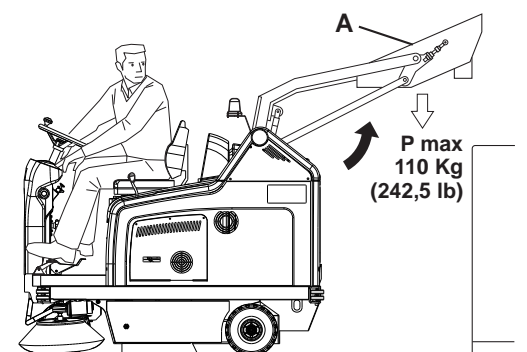
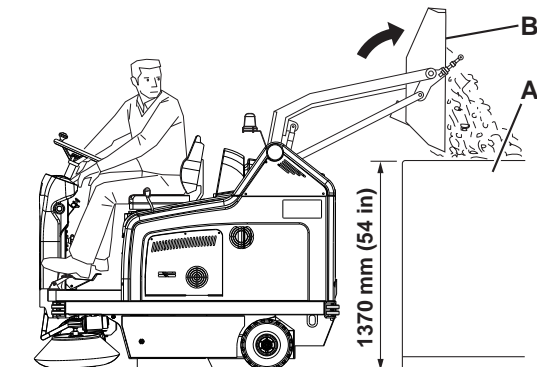

Abbildung 1
Abbildung 2
1. Die maximale Entleerhöhe des Abfallbehälters beträgt 1.370 mm (siehe Abb. 2).
- Schalter (66) betätigen und Ansauganlage ausschalten.
- Die obere Hälfte des Schalters (66) drücken und Filtrüttler betätigen.
**Während des Anhebens und Entleerens des Abfallbehälters (4) Feststellbremse mit dem Pedal (82) und dem Hebel (75) betätigt lassen.**
3. Es dürfen sich keine Personen in der Nähe des Geräts, insbesondere nicht im Bereich des Abfallbehälters (4) aufhalten.
4. Freigabeschalter (61) und gleichzeitig Schalter zum Anheben des Abfallbehälters (67) betätigen und Abfallbehälter bis zur gewünschten Höhe anheben (A, Abb. 1).
5. Freigabeschalter (61) und gleichzeitig Schalter zum Kippen (68) des Abfallbehälters (B, Abb. 2) betätigen und alle Abfälle in den Abfallcontainer (A) entleeren.
**Das Gerät ermöglicht das Kippen des Abfallbehälters (B, Abb. 2) erst ab einer Mindesthöhe von 270 mm.**
6. Freigabeschalter (61) und gleichzeitig Schalter zum Kippen des Abfallbehälters (68) betätigen, um den Abfallbehälter wieder in Horizontalstellung zu bringen.
7. Zum vollständigen Absenken des Abfallbehälters Freigabeschalter (61) und gleichzeitig Schalter zum Absenken des Abfallbehälters (67) betätigen.